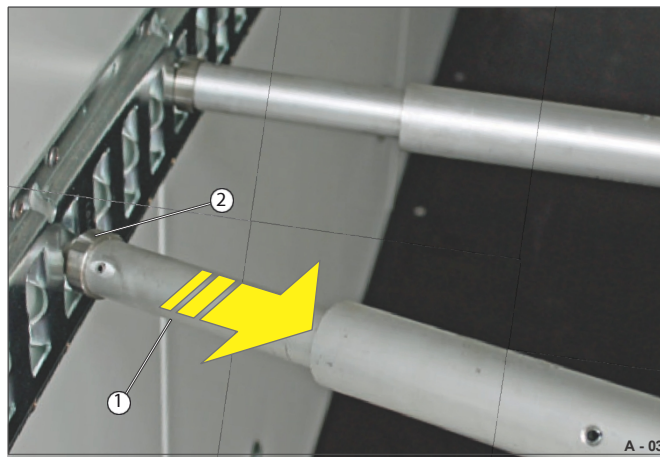

Fig. 34 Fjerne låsestangen
- Før forsiktig endepinnen (fig. 34/2) på teleskopendestykket (fig. 34/1) ut av surringsskinne - avlast låsestangen langsomt.